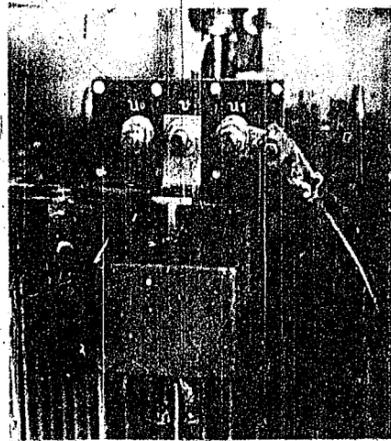

Bild 6a.
2. Stromwandler. Das von links auf einem Brett montierte Stromwandlergerat ist auf der Unterspannungsseite des Schweitransformators L. 20 zu montieren wie Bild 6a zeigt. Die am Transformator angeschraubte Holzleiste mit den Durchfuhrungslochern fur die Schweißkabel wird entfernt und statt dessen das Grund Brett des Stromwandlergerates angeschraubt. Die Transformatoren werden in zwei Ausfuhungen geliefert, entweder mit 2 oder 3 Sekundarklemmen. Bei der Ausfuhung mit 3 Sekundarklemmen wird die durch den Stromwandler fuhrende oben abgewinkelte Kupferschiene an die mittlere Klemme angeschraubt. Mit Hilfe der Gegenmutter kann jede Verspannung vermieden werden. Die mitgelieferte gerade Pappierflasche dient zum Anschlu der Schweißkabel und zwar an den beiden aueren Klemmen, je nach Wahl fur 50 bzw. 60 V Leerlaufspannung.
Bild 6a und 6b zeigen das Anbringen des Stromwandlers bei 3 bzw. 2 Sekundarklemmen.